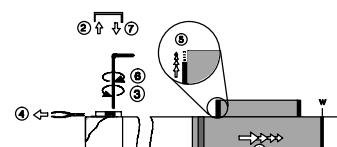

Fig. 56
2. Retire la tapa de la cubierta (si está montada) del lado opuesto (ver Fig. 56).